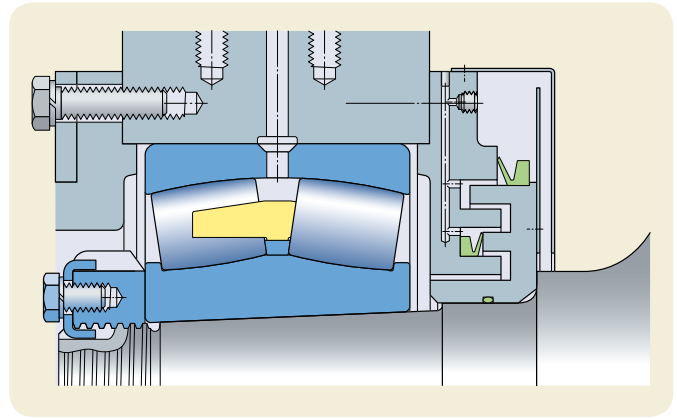

Fig. 8 – Ajout d'un couvercle, d'un disque rotatif et d'un joint V-ring supplémentaire sur un cylindre aspirant
- 1 Essayez d'éviter les joints à frottement autant que possible. J'utilise des joints V-ring en guise de déflecteurs ou comme une sorte de clapet anti-retour (**fig. 8**).
La **fig. 8** montre un ancien modèle de cylindre aspirant dont le dispositif d'étanchéité d'origine est uniquement constitué d'une chicane garnie de graisse. Après plusieurs défaillances de roulements dues à la contamination liquide, les modifications suivantes ont été apportées :